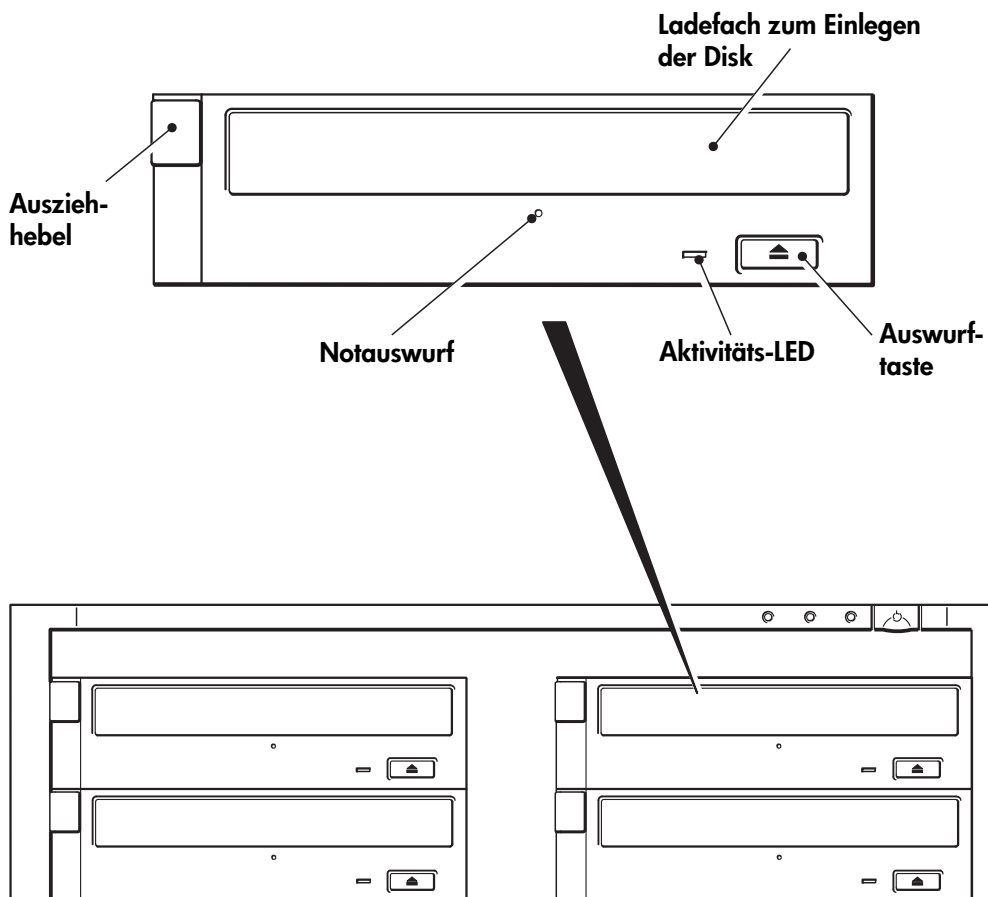

Abbildung 3: Bedienelemente und Anzeigen am DVD+RW-Laufwerk
In Abbildung 3 ist die LED des vorderen Bedienfelds dargestellt.
- 2 Unterhalb des Ladefachs befindet sich eine kleine Öffnung für den Notauswurf einer Disk (siehe Abbildung 3 auf Seite 10).